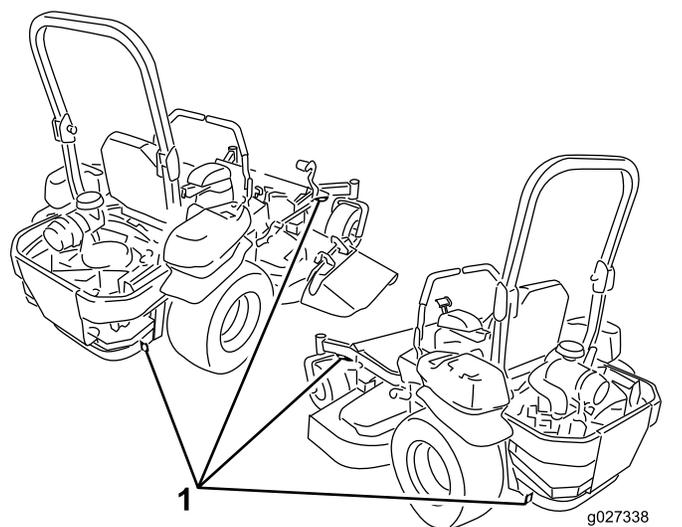

図 40
6. 前キャストホイールおよび後部バンパーを利用して機体をロープやチェーンなどで固定する 図 40。ロープ掛けや積荷固定については各地域の法令などに従ってください。